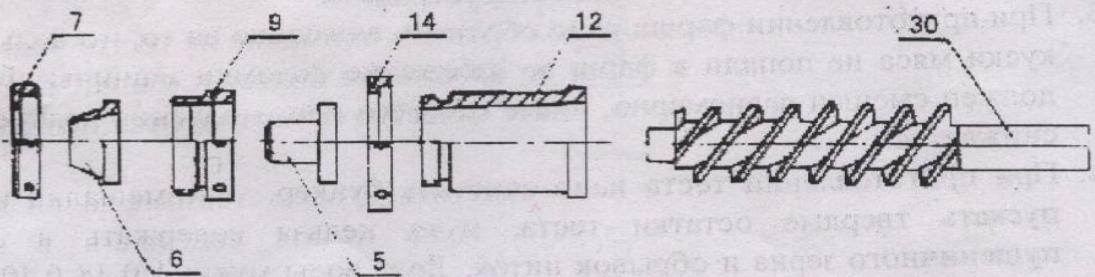

рис.9
- (1) Отвинчить рамку для формирования изделий(4).
- (2) Снять гайку(7), тестом отталкивать наружную форсунку, отвинчить гайку(9), разобрать внутреннюю форсунку(5).
- (3) Снять гайку(14), тестом выталкивать тестофутляр(12), вынимать шнек для теста(30) и очистить его(см.рис.9). Убирать тесто в тесто-бункере(10) во избежание остатки теста, чтобы в следующей работе пельмени не были порчены. После каждой работы обязательно вымывать машину, иначе вспомогательные вальцы(32) трудно разобрать.